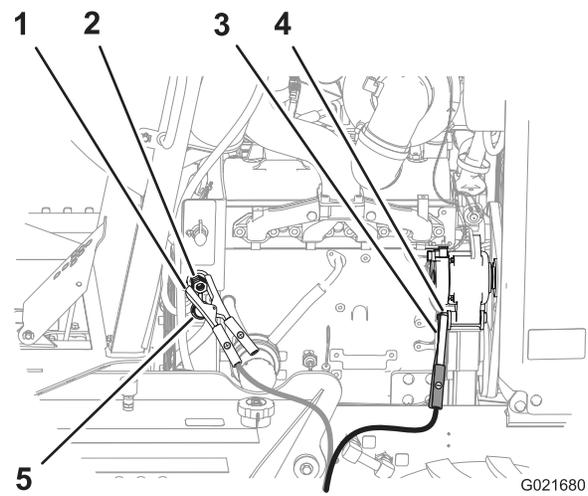

Figura 58
4. Retire la tapa del borne de la batería (Figura 58).
5. Conecte el cable puente positivo (+) al borne de la batería (Figura 58).
6. Conecte el cable puente negativo (-) a una conexión de tierra, por ejemplo la tuerca del punto de pivote del alternador (Figura 58).